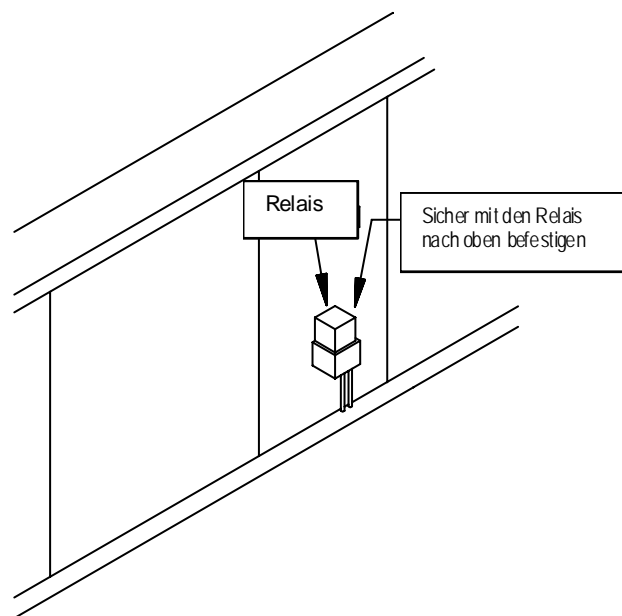

Bild 15.
8. Befestigen Sie das Relais mit einer Metallschraube (HDW01766) im Motorraum. Das Relais muß nach oben zeigen. Siehe Bild 15.